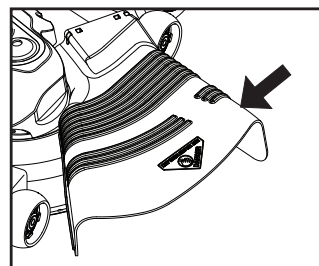

Fig. 14
PRECAUCIÓN: No opere la segadora sin, ya sea, el recogedor de césped completo en las segadoras así equipadas o con la protección contra la descarga (S) en su lugar. (Vea Fig. 14)